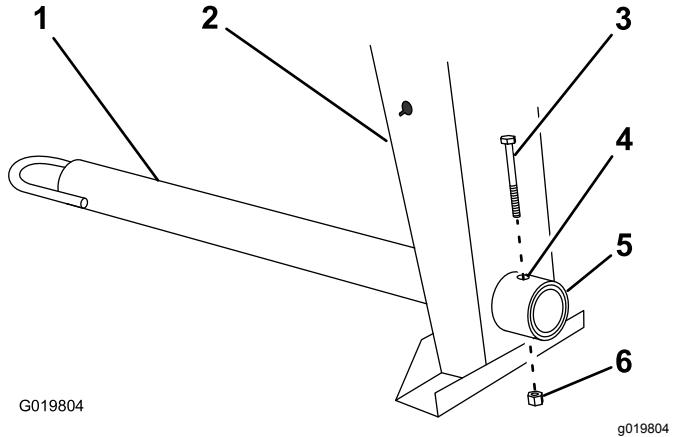

Figura 6
2. Deslice la barra de tracción hacia adelante y alinee el taladro de la barra con el taladro del acoplamiento del bastidor (Figura 6).
3. Introduzca el perno a través de los taladros del acoplamiento y de la barra (Figura 6).
4. Enrosque la tuerca en el perno y apriételos hasta que queden apretados contra el acoplamiento del bastidor (Figura 6).
1. Retire el perno y la tuerca de la barra de tracción (Figura 6).